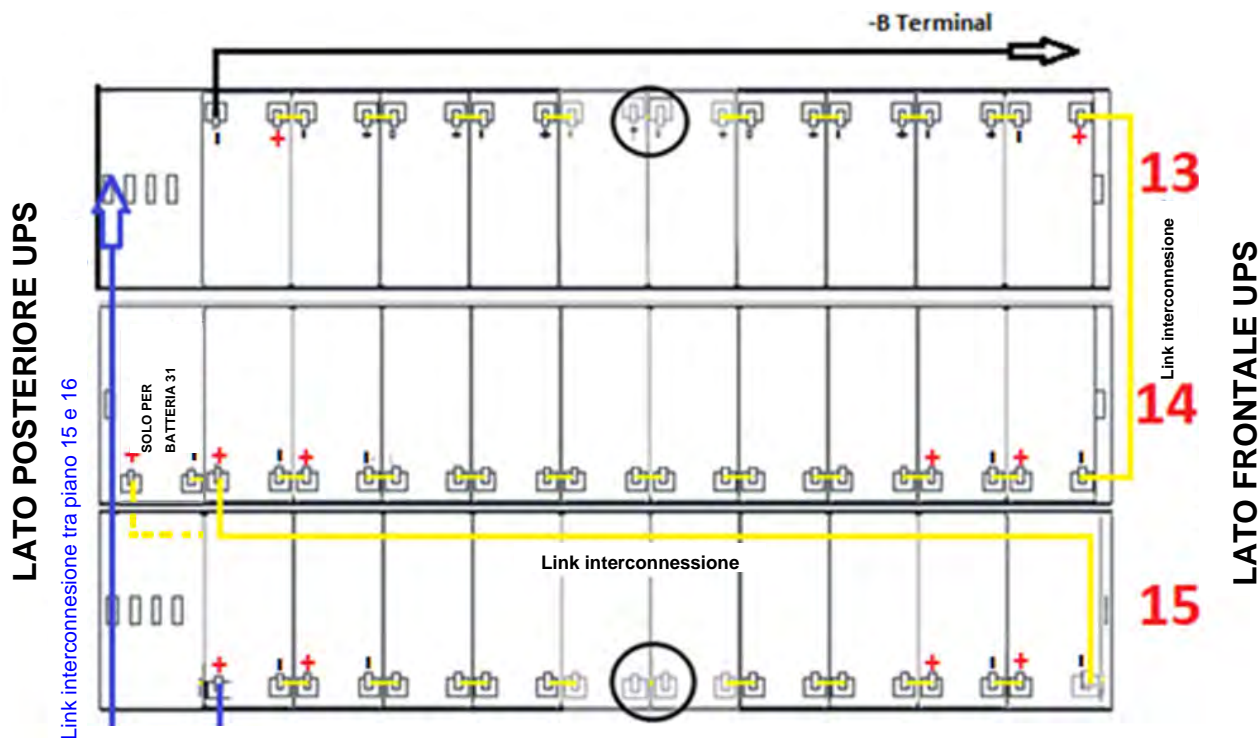

Figura 21 - Vista dall'alto Piano N°5 con connessioni batterie
14) Cablare il piano come indicato nella figura 21. **Lasciare scollegati i ponticelli cerchiati.**